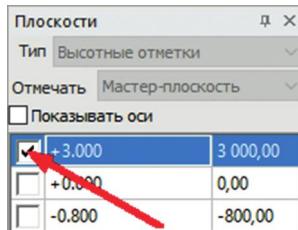

рис. 55
2. На панели **Плоскости** выберите высотную отметку **+3.000**, щёлкнув по клетке в левом столбике (рис. 55).